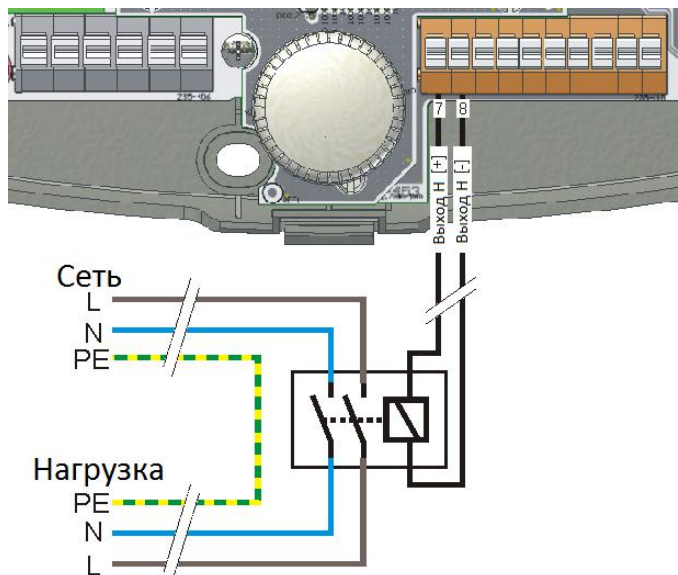

Рис. 17.10 Подключение реле к выходу Н.
В случае подключения тэна необходимо применить реле, подключенное как показано на рисунке Рис. 17.10. Провод соединяющий контроллер с реле не должен иметь большего сопротивления чем 1Ω (смотри Таблица длины и сопротивления проводов в разделе посвящённом компенсации длины проводов 20.2.1).
**1. Однополярно с возвратной пружиной:** В случае использования данного клапана, нужно подключить его к выходу **Н** через реле так, как показано на Рис. 17.10